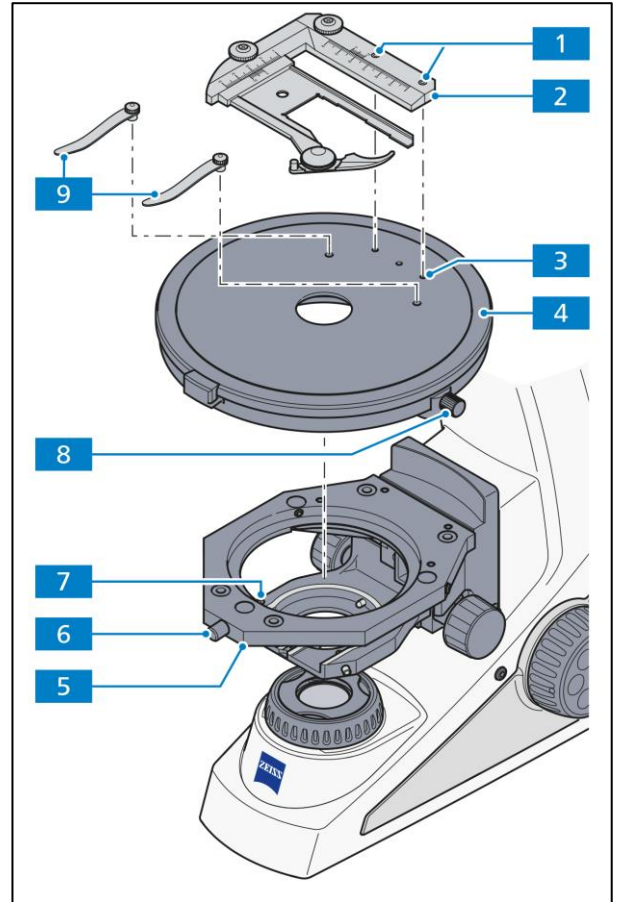

Abb. 3-10 Drehtisch Pol mit Rastung, aufsetzbaren Objektführer Pol und Tischfedern wechseln
- Schraubkappe (Abb. 3-10/6) des Federhauses mit ca. drei Umdrehungen lösen.
- Drehtisch Pol (Abb. 3-10/4) nach vorn gegen Federstift (Abb. 3-10/7) drücken, hinten aus dem Tischträger (Abb. 3-10/5) herausheben und nach oben abnehmen.
- Schraubkappe (Abb. 3-10/6) wieder festschrauben.
- Ggf. Schraubkappe (Abb. 3-10/6) des Federhauses mit ca. drei Umdrehungen lösen.
- Drehtisch Pol mit Kerbe der Ringschwalbe (Tischunterseite) an den Federstift (Abb. 3-10/7) ansetzen.
- Drehtisch so montieren, dass die Klemmschraube (Abb. 3-10/8) nach vorne rechts zeigt.
- Drehtisch Pol nach vorn gegen Federstift drücken und hinten in den Tischträger (Abb. 3-10/5) absenken, dann loslassen.
- Beide Klemmschrauben (Abb. 3-10/1) auf dem Objektführer Pol mit dem Innensechskantschlüssel (SW 2) lösen. Objektführer Pol (Abb. 3-10/2) nach oben abnehmen.
- Federklemmen (Abb. 3-10/9) in die dafür vorgesehenen Bohrungen einstecken.
- Federklemmen (Abb. 3-10/9) vom Drehtisch Pol entfernen.
- Objektführer Pol (Abb. 3-10/2) mit den beiden, an der Unterseite befindlichen Zylinderstiften in die entsprechenden Bohrungen (Abb. 3-10/3) einsetzen und die beiden Klemmschrauben (Abb. 3-10/1) mit Innensechskantschlüssel (SW 2) festziehen.